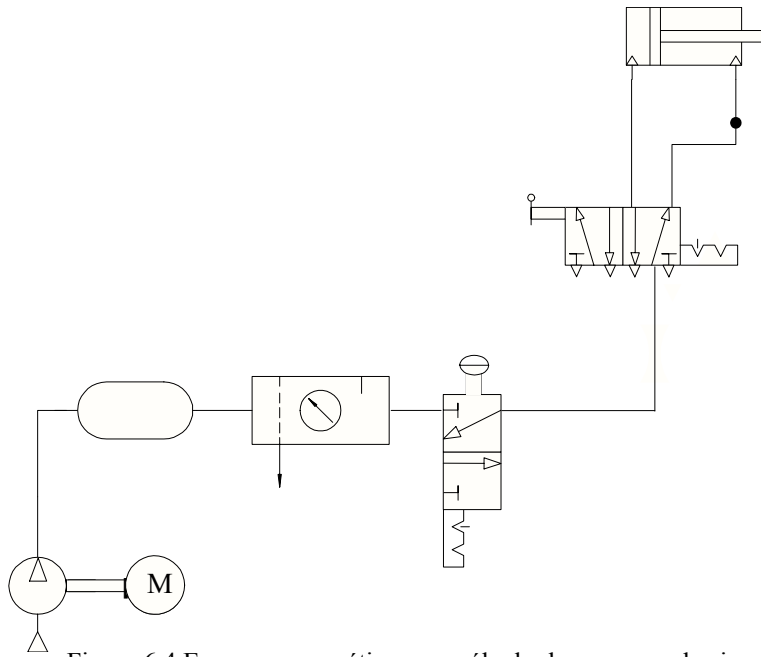

Figura 6.4 Esquema neumático para cálculo de consumo de aire.
7. Conectar el circuito de la figura 6.4.